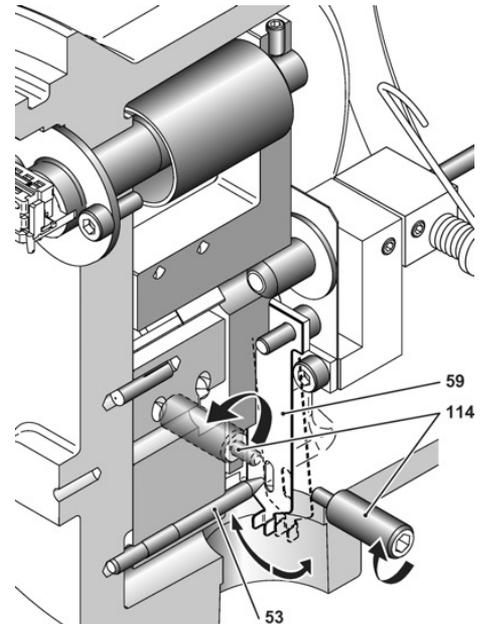

Figura 19
- a. Abra el tapón de acceso (107) en el costado derecho de la caja para observar el mecanismo de simulación. Extraiga el tapón de seguridad azul (190) y los dos tapones NPT de 1/8" (115). Utilice una llave hexagonal de 5 mm.
- b. A través de este orificio, para definir REF L y REF H, utilice su dedo para mover el elemento flexible (59) en la dirección del tubo de torsión hasta que el elemento flexible toque al tornillo pasador de ajuste (114) Mientras mantiene el contacto, deslice el elemento flexible a derecha o izquierda a lo largo de la superficie del tornillo pasador (Figura 19).